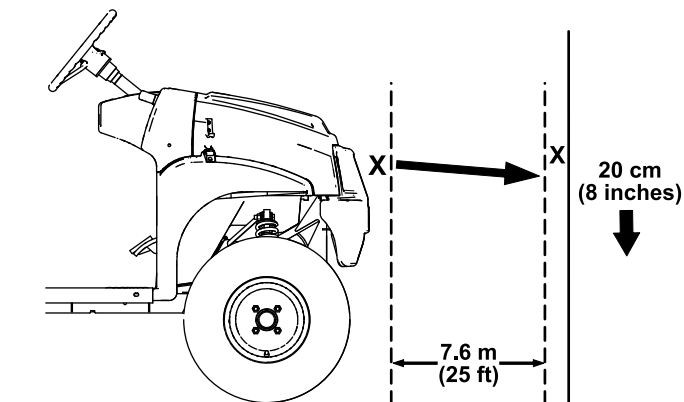

図 49
1. 平らな場所で、ヘッドライトを壁に向け、ライトと壁の距離が 7.6 m 程度になるように駐車する **図 49**。
ヘッドライトのビームの最も明るい部分が、壁に付けた印の約 20 cm 下を照らしていればよい **図 49**。